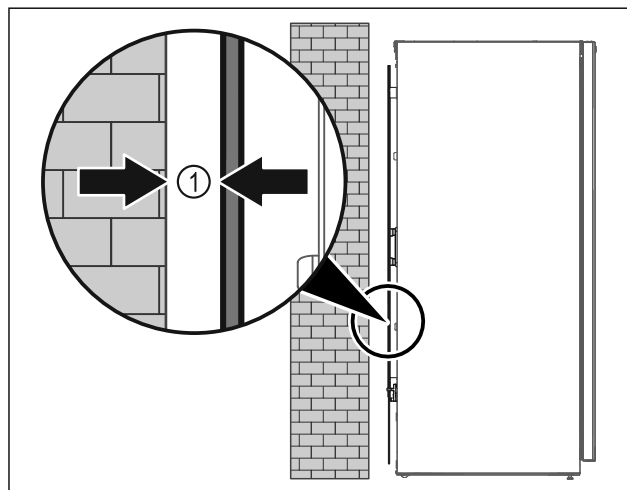

Fig. 10
- Uzstādiet ierīci vai nu kā brīvstāvošu ierīci, vai tieši pie sienas 5 mm Fig. 10 (1) minimālā atstatumā no tās.